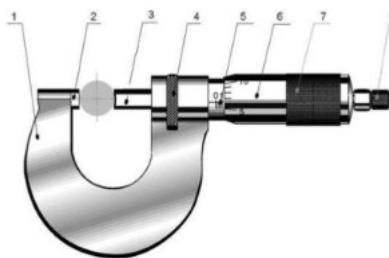

Рис. 1.1. Микрометр
1.3.5. Определить действительные размеры всех диаметров и длин измеряемой детали с помощью выбранных измерительных средств. На рис. 1.1–1.3 показаны основные приемы измерительных операций с помощью микрометрического и штангенинструментов. Измерение каждого размера производить в трех положениях инструмента по отношению к детали, расположенных под углом 120° одно к другому. 1.3.6. Среднее арифметическое значение по трем измерениям одного размера принять за действительный размер, сравнить его с предельными допустимыми по ГОСТ 25347–82 и сделать вывод о качестве исполнения данного размера («годный», «брак исправимый», «брак окончательный»). Аналогичное заключение сделать по каждому размеру.